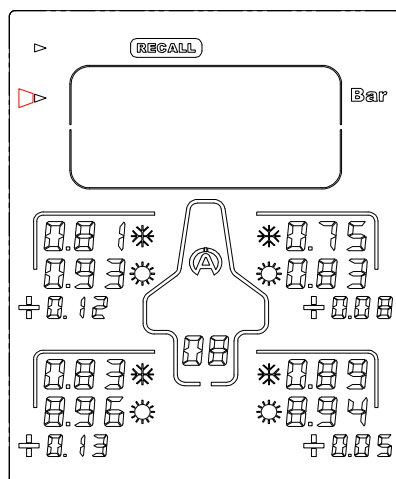

Abbildung 7
- 2) Wählen Sie mit Taste  oder  die **Ziffernanzeige** aus (Abbildung 7).